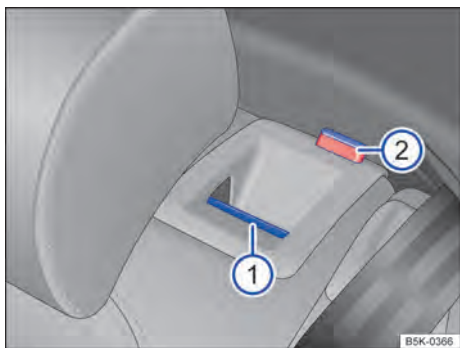

Fig. 95 No encosto do banco traseiro: botão de destravamento.
- Puxar o botão de destravamento → Fig. 95 ❶ para frente. A parte destravável do encosto do banco traseiro é rebatida automaticamente para frente.
- A respectiva parte de encosto do banco traseiro estará destravada quando uma marcação vermelha → Fig. 95 ❷ estiver visível.
O encosto do banco traseiro estará destravado quando a marcação vermelha → Fig. 95 ② estiver visível.
- A marcação vermelha → Fig. 95 ② não deve mais estar visível.
- Uma marcação vermelha → Fig. 95 ② sinaliza um encosto do banco traseiro não encaixado. Verificar sempre se a marcação vermelha não estará visível quando o encosto do banco traseiro estiver na posição ereta.